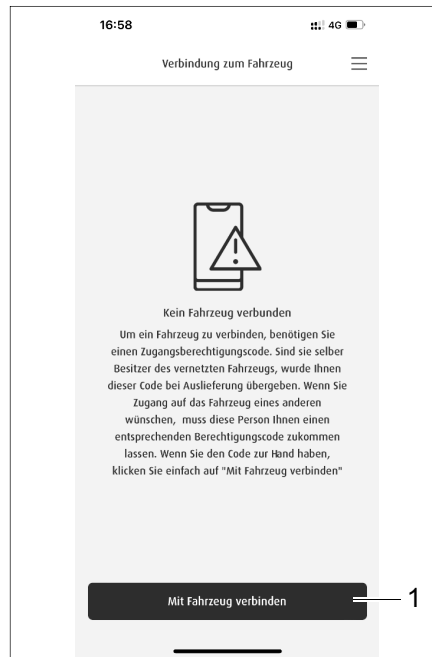

Fig. 285 Collegamento al veicolo
- Digitare il pulsante *Login* (Fig. 284,1). Viene visualizzata la voce di menu *Collegamento al veicolo* (Fig. 285). Se ci sono già veicoli collegati, vengono visualizzati qui.
- Digitare il pulsante *Collegare con il veicolo* (Fig. 285,1).